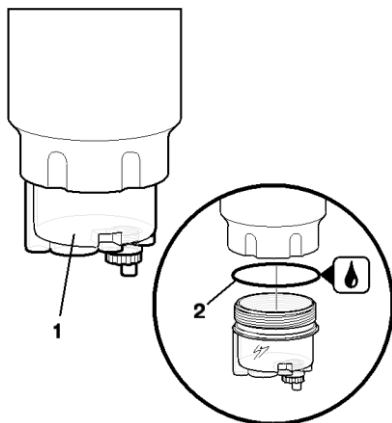

Рисунок 41 – Замена водосборника:
3. Отвернуть водосборник 1 (рисунок 41) с помощью специального ключа, при этом необходимо удерживать сменный фильтр, чтобы он не отвернулся.